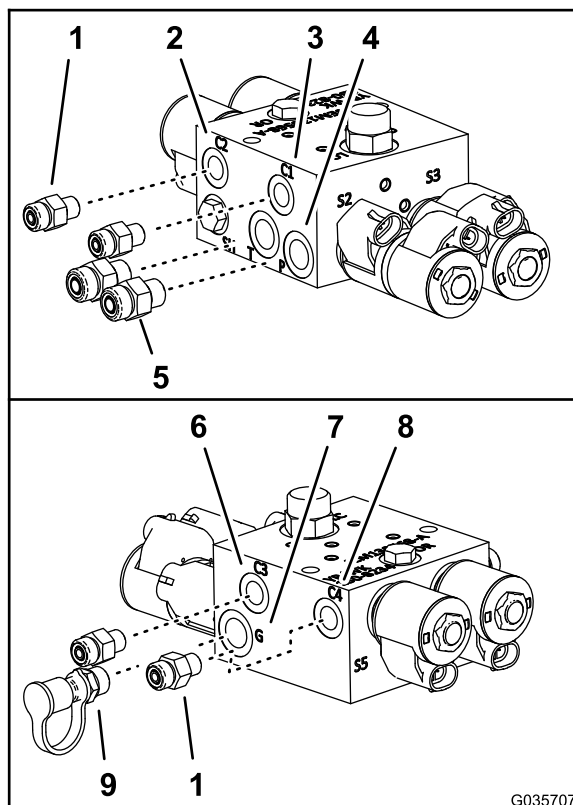

图 11
5. 在新提升油缸歧管处将您在步骤 3 中拆下的直通液压接头图 11 装入 P 端口和 T 端口。
6. 将超声波喷洒臂平整组件的 4 个直通液压接头装入新提升油缸歧管的 C1、C2、C3 和 C4 端口图 11。
7. 将您在步骤 4 中拆下的诊断接头和接头帽装入新提升油缸歧管的 G 端口图 11。